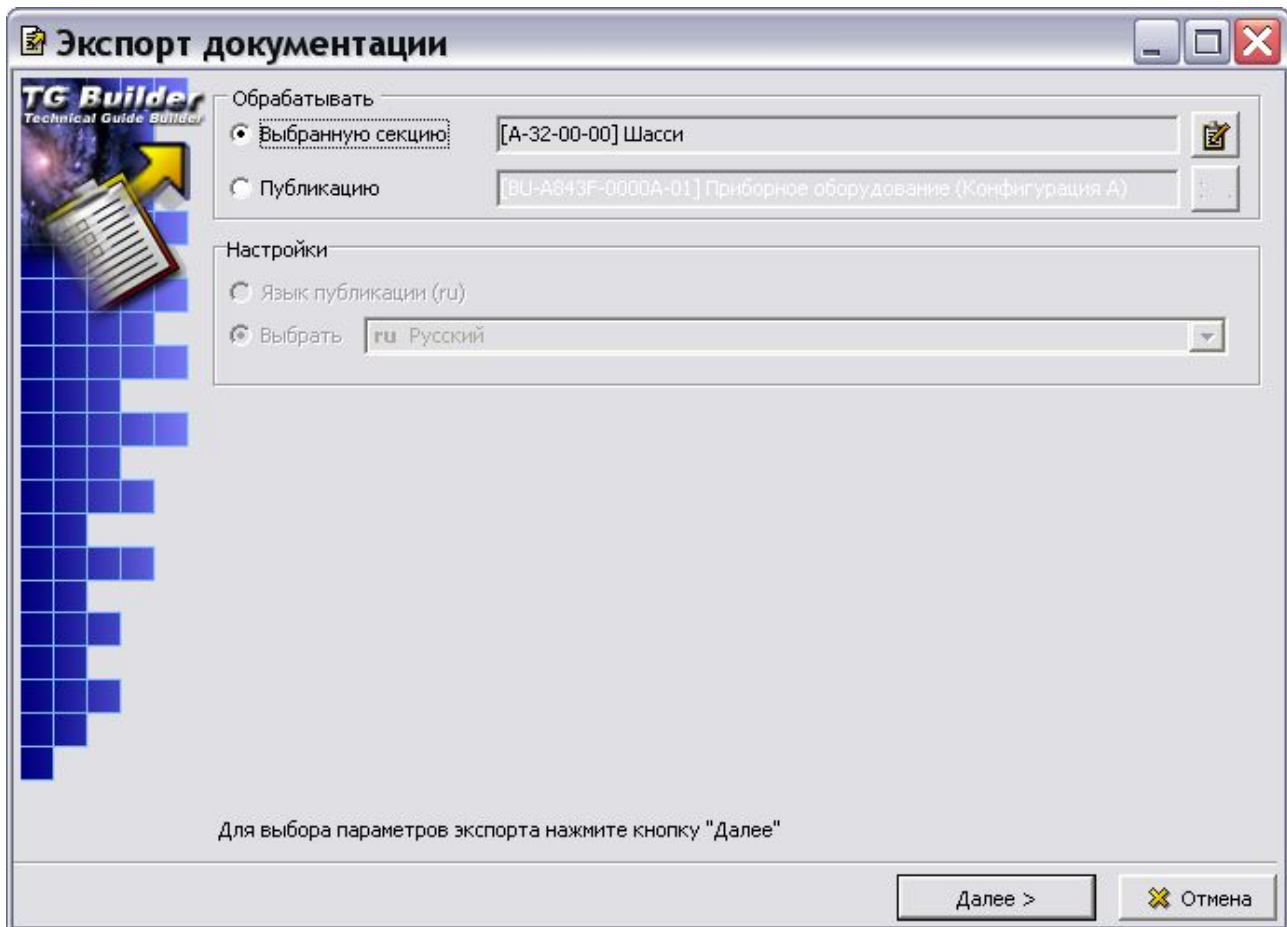

Рис. 8.88
5. В секции **Обрабатывать** выберите опцию **Выбранную секцию** (если предыдущей операцией был экспорт, печать или анализ раздела проекта, то радиокнопка **Выбранную секцию** будет уже включена). После этого станет доступна кнопка **Конфигурации и версии**  (Рис. 8.88).
7. После задания всех настроек нажмите на кнопку **Готово**, после этого произойдет возврат в окно **Экспорт документации** (Рис. 8.88).